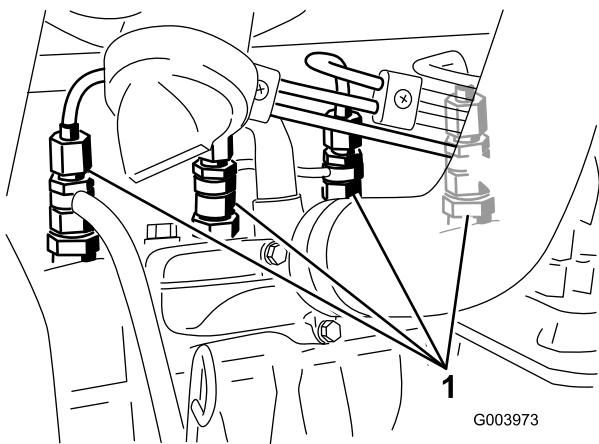

Рисунок 38
1. Ослабьте соединение трубы к соплу № 1 и держателю в сборе (Рисунок 38).